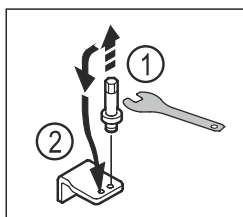

Fig. 21
- ▶ Skruva ur den undre lagerbockens bult med utvändigt sexkantsnyckel NV5. Fig. 21 (1)
- ▶ Sätt in bult på motsatta sidan. Fig. 21 (2)